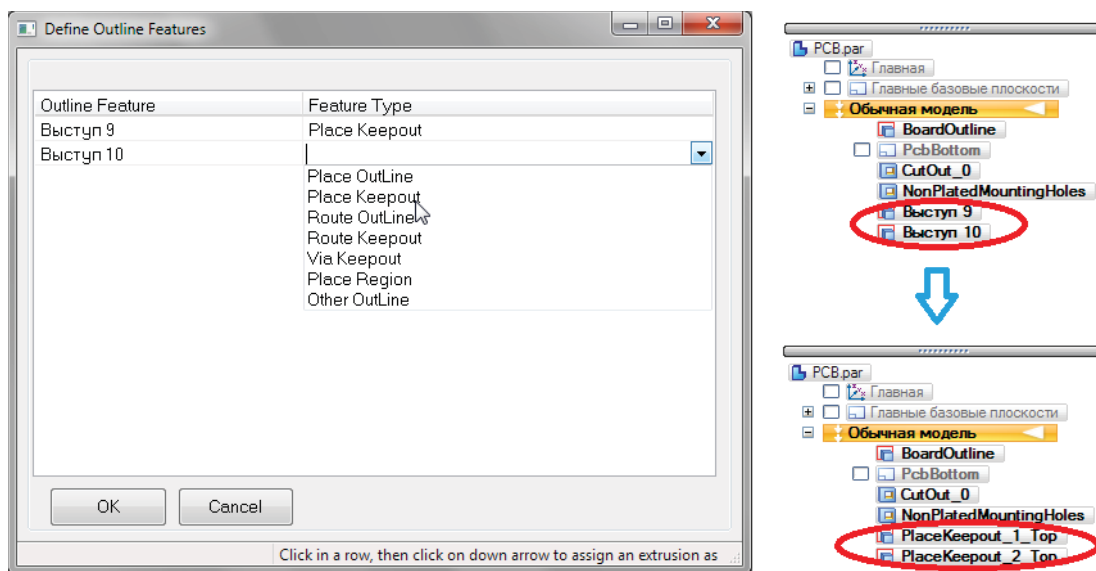

Рис. 2.11.26. Окно назначения атрибутов IDF запрещенным зонам для установки компонентов
8. Назначить атрибуты формата IDF запрещенных зон для установки компонентов на плату с помощью команды **Assign Outline/Keepout Features (Задать разрешенные/запрещенные зоны)**, выбрав в появившемся окне (рис. 2.11.26) в раскрывающемся списке напротив наименований необходимых выступов **PlaceKeepout (Запрещенная зона для установки компонентов)**, после чего нажать кнопку **ОК**. Наименования выступов изменятся на **PlaceKeepout_x_Top**, где $x = 0, 1 \dots$ – порядковый номер выступа.